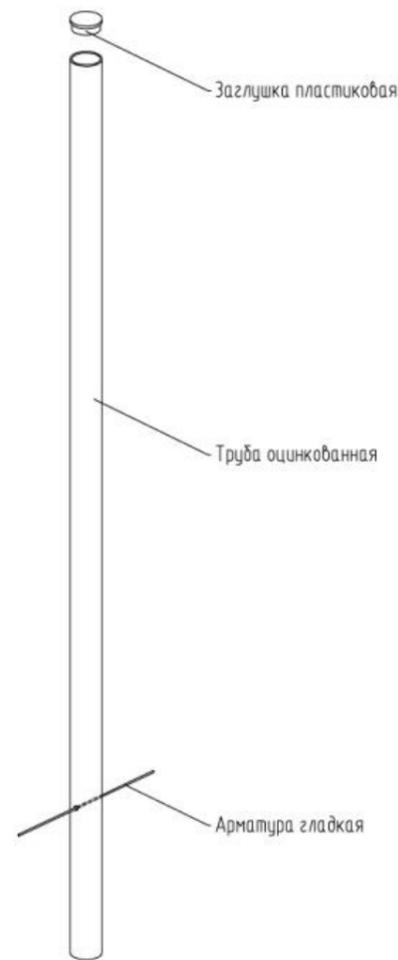

Рис.1 Общий вид изделия
- В Об-2 (труба 108 мм) установить арматуру гладкую А-1 выполняющую функцию якоря (см. рис. 1).